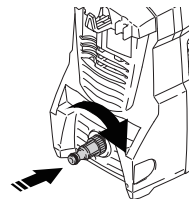

Fig. 3
2. Aparafuse o conector da mangueira de entrada de água (7) à entrada de água (5) (Fig. 3).